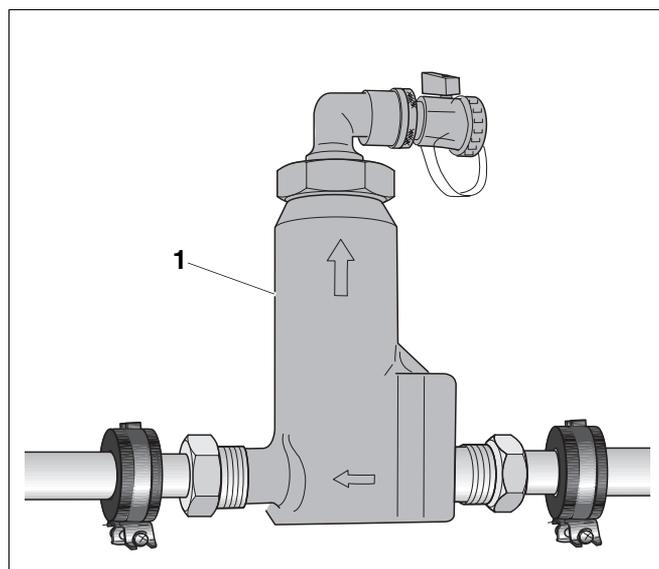

Abb. 6 Luftabscheider montieren
- Montieren Sie den Luftabscheider (Abb. 6, **Pos. 1**) in den Vorlauf zum Solarspeicher ein. Achten Sie darauf, dass Sie den Luftabscheider senkrecht montieren.